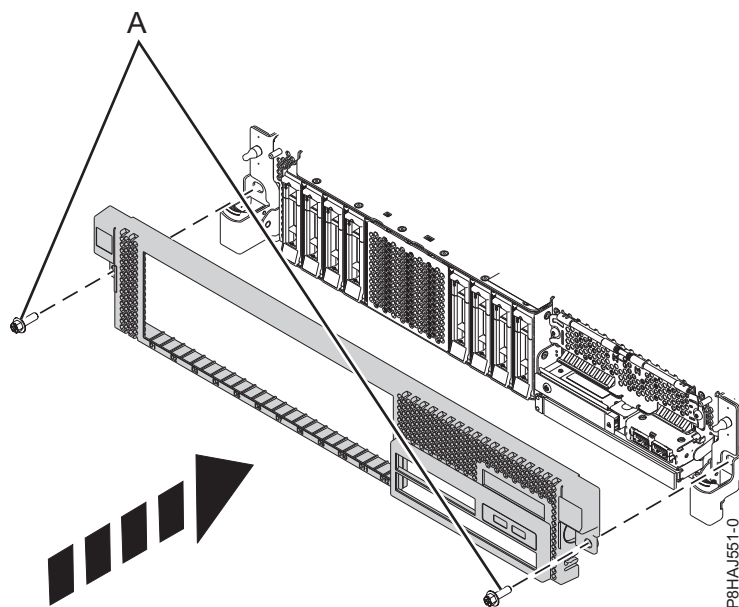

Figura 34. Instalar a tampa anterior
3. Feche os trincos de libertação ao empurrá-la na direcção mostrada em Figura 34 na página 51. A tampa fica encaixada e tem uma indentação que lhe permite segurá-la mais facilmente.
4. Substitua os parafusos de transporte (A).